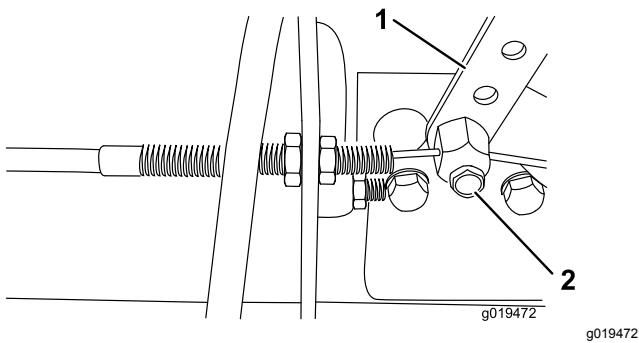

Figura 53
2. Allentate il connettore del cavo dell'acceleratore, sulla leva della pompa di iniezione (Figura 53).